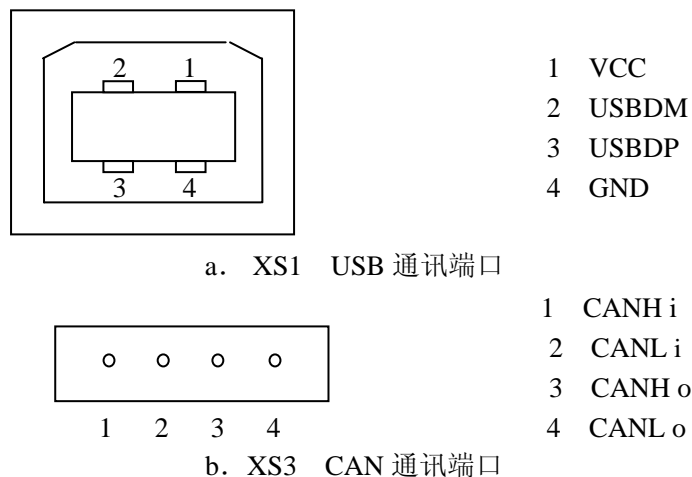

图 4.2 HK-CAN50 模块信号输入/输出插座定义图。
4.2 HK-CAN50 模块信号输入/输出插座定义 (见图 4.2)